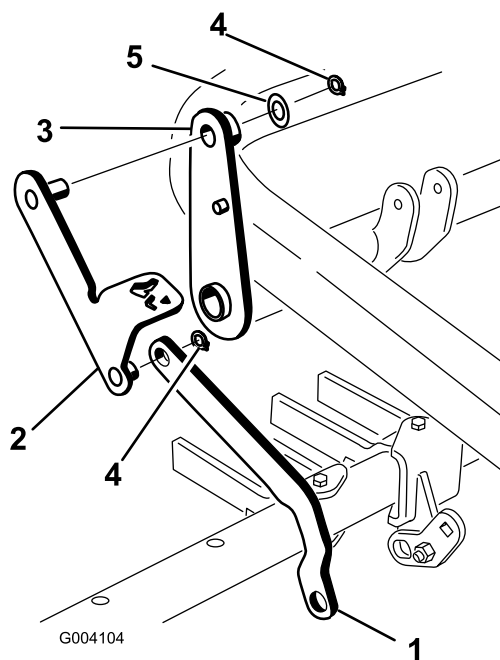

Figura 15
3. Coloque el extremo de la barra de unión sobre la clavija corta de la palanca del pedal, y sujételo con un anillo de retención (Figura 15).
4. Introduzca la clavija del otro extremo de la palanca del pedal en el extremo superior de la palanca y sujétela usando una arandela (7/8 pulgada) y un anillo de retención (Figura 15).